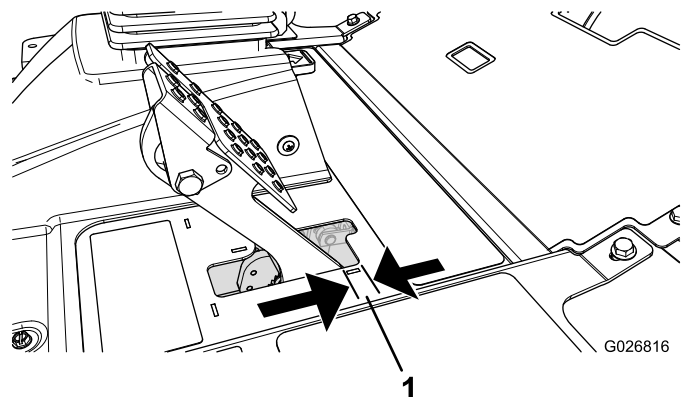

Figura 65
Ajuste os travões se o pedal do travão apresentar uma folga superior a 2,5 cm (Figura 65) ou quando os travões não funcionarem de forma eficaz. Folga é a distância percorrida pelo pedal antes de se verificar qualquer resistência ao movimento.
- Aperte a porca traseira para deslocar o cabo para trás até que os pedais dos travões apresentem uma folga de 0,63 a 1,27 cm (Figura 65) antes de alcançarem o bloqueio.